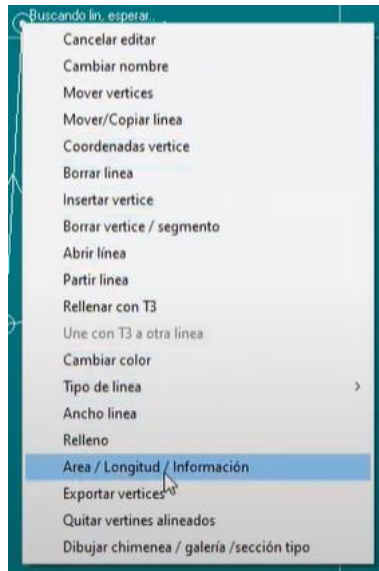

Figura 369. Calcular área y perímetro.
40. Para calcular el área y perímetro, dar clic en cualquier vértice y seleccionar la opción “Área/Longitud/Información”. Aplicar en ambos jardines. Figura 369.